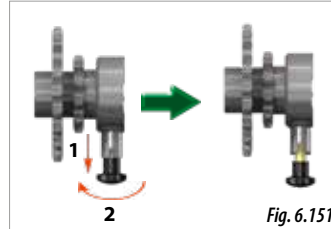

Fig. 6.151
- 3- Pe axul de transmisie unde se află ambreiajul (Fig. 6.149), trageți de siguranță și rotiți-o la 90° pentru a o bloca în poziția de transmisie liberă (Fig. 6.151).